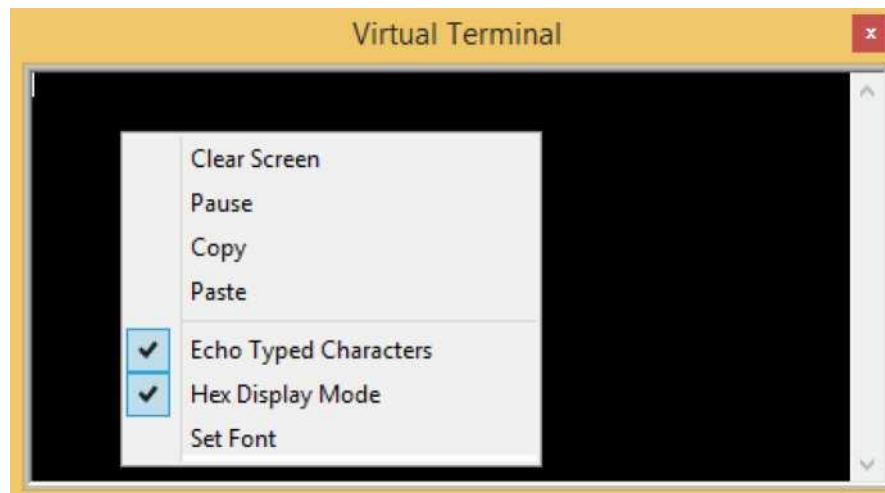

Рисунок 5
6. Перейдемо до вікна Virtual Terminal, натиснемо правою кнопкою миші на вікні, та виберемо Hex Display Mode та Echo Typed Characters (рисунок 5).